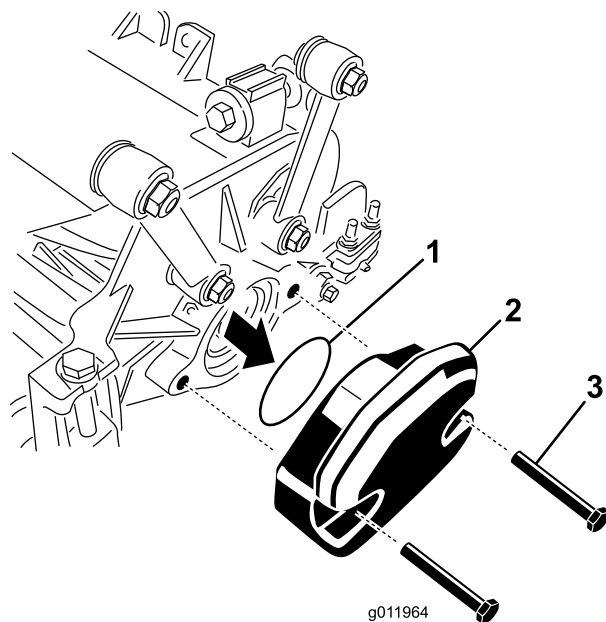

図 23
2. 右側カッティングユニットの内側端部からウェイトとOリング（図 23）を取る。